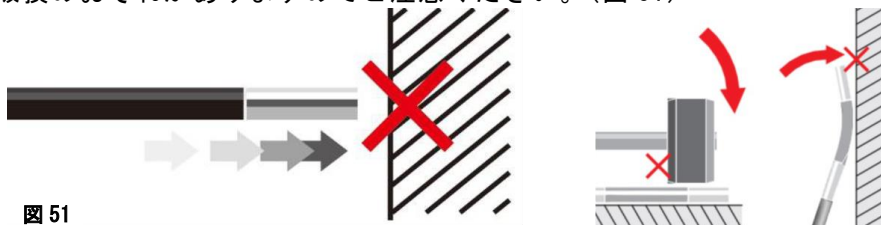

図 51
- ・先端可動部は重いものを載せたり、過度な衝撃や、振動を与えることで破損のおそれがありますのでご注意ください。(図 51)